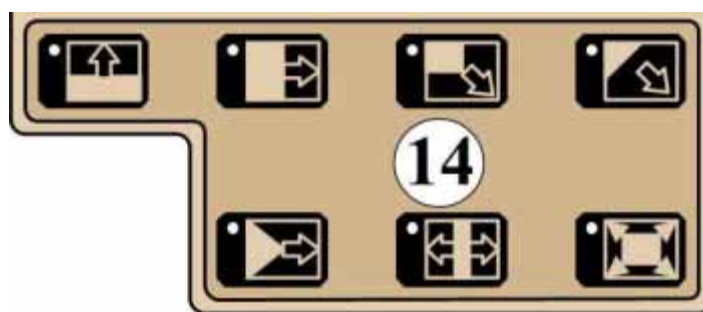

Рис.7 – Выбор типа «шторки»
Набор кнопок (14) служит для выбора вида «ШТОРКИ» (См. рис. 7). Возможны различные модификации одного вида шторки с помощью кнопки [MULTI] (13). При включенной кнопке [ONE WAY] (11) направление (например, слева направо) перехода всегда одно и то же. При включенной кнопке [REVERSE] (12) направление перехода (например, для шторки снизу вверх) изменится на противоположное.